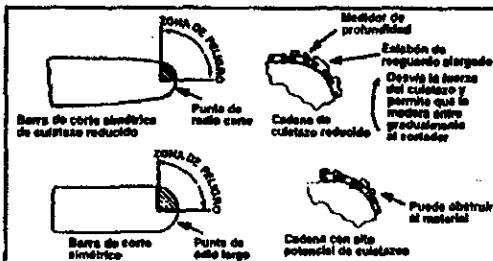

Figura 5
- Barra de corte de culatazo reducido, diseñada con una punta de corte radio que reduce el tamaño del área de peligro de culatazo en la punta de la barra. Figura 5. Una barra de corte de culatazo reducido es una que ha demostrado reducir significativamente el número y la gravedad de los culatazos al ser probada de acuerdo con los requerimientos de seguridad para sierras de cadena eléctricas fijadas por las normas CSA Z62.1 y Z62.3.
- Cadena de bajo culatazo, diseñada con un medidor de profundidad y estabones de resguardo que devían la fuerza del culatazo y permiten que la madera entre gradualmente al cortador. Figura 5. Una cadena de bajo culatazo es una que ha demostrado cumplir con los requisitos de operación de las normas CSA Z62.1 y Z62.3 y ANSI B176.1.